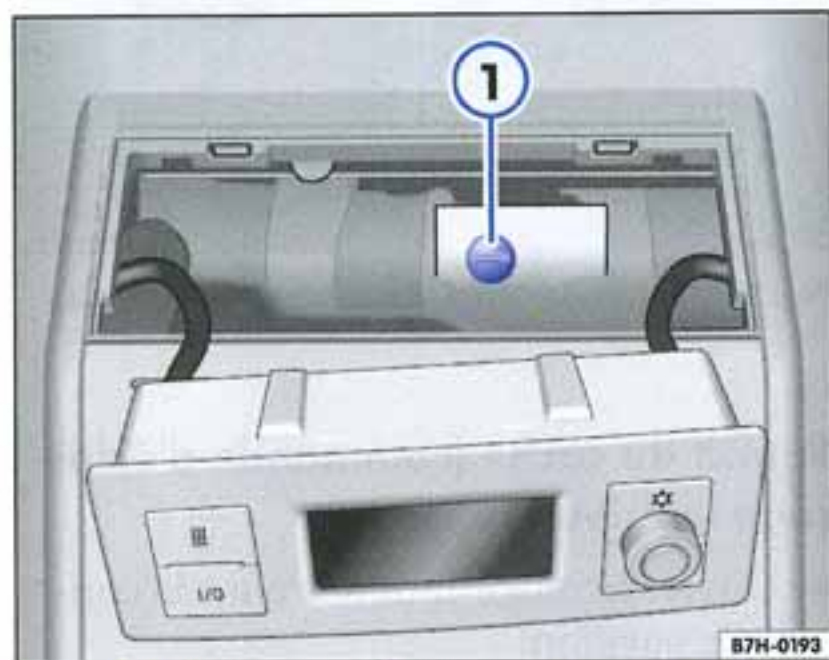

Fig. 11 Actionnement d'urgence du toit relevable avec unité de commande centrale retirée
- Insérez le tournevis muni de l'embout à lame plate dans la fente de la vis à tête fendue ⇒ fig. 11 ①.